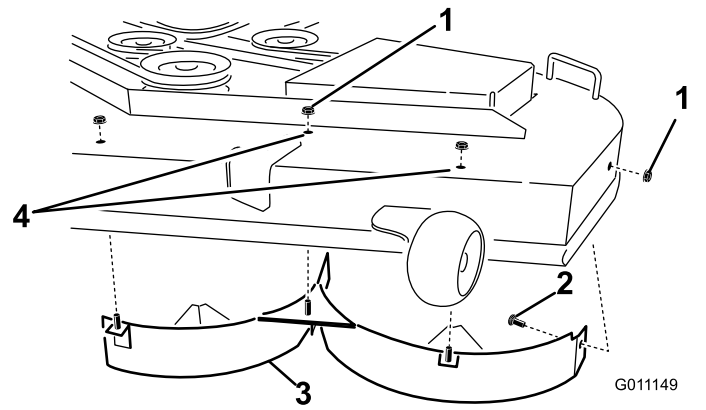

Figure 31
dessus du plateau de coupe, au centre et à gauche du centre (Figure 31).
6. Déposez le déflecteur gauche du plateau de coupe, comme montré à la Figure 31.